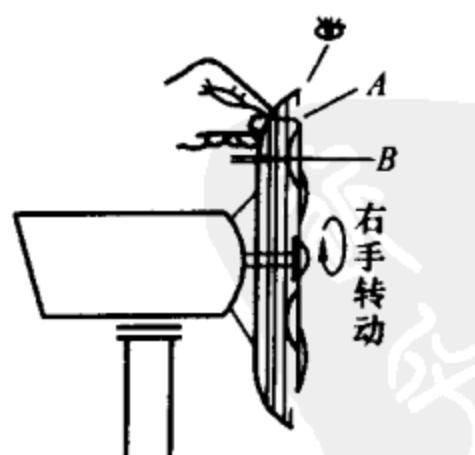

图 2-9 定位测距校正
(1) 台式、落地式、壁式等电扇均有保护网，扇叶都为一整体，可按图2-9所示方法校正。左手握住测距尺（可用木棒、筷子、铁丝等）作定位测距，右手边转动扇叶，边拧动叶片，调整三叶片的A点（平行位）和B点（扭距位）。经过几次反复调整，一般可使三个叶片调整到一致位置。